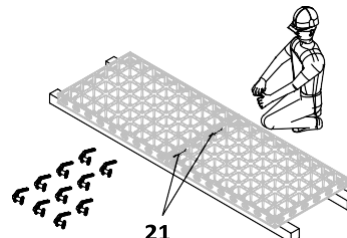

Fig. B1.01a
2. Поставете 2 елемента с кофрещата повърхност надолу и ги свържете откъм тясната страна със съединителите DUO (21). (Fig. B1.01a)